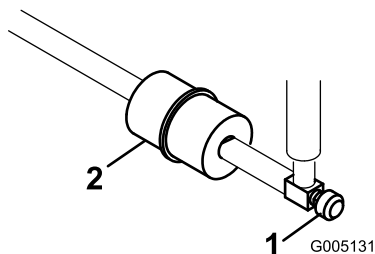

Figure 35
Le filtre à carburant en ligne se trouve dans la conduite d'alimentation, entre le réservoir de carburant et le carburateur (Figure 35).
1. Fermez le robinet d'arrivée de carburant (Figure 35).
2. Placez un bac de vidange sous le filtre, desserrez le collier sur le côté carburateur du filtre, et débranchez la conduite de carburant du filtre (Figure 35).
3. Desserrez l'autre collier et déposez le filtre (Figure 35).